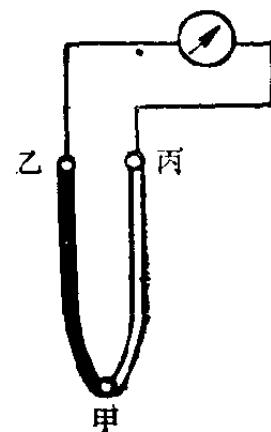

图 1-4 热电偶温度
3. 热电偶温度计（见图 1-4） 把两根不同材质的金属丝的一端甲焊在一起作为热电偶，另一端乙和丙用两根导线接到检流计上（图 1-4）；把甲端放在高温地点，乙端和丙端放在室温不变的地点，这样由于冷端和热端的温度差，在不同金属的乙、丙两端间就产生了热电势，导线上就有电流流过，电流流过检流计就使指针移动。热点的温度越高，热点和冷点的温差越大，产生热电势越高，电流越大，指针移动得也越多。热电势用直接刻有温度单位($t^{\circ}\text{C}$)的二次仪表(如毫伏计)来测量。测量范围为 $100\sim 1500^{\circ}\text{C}$ 。这种温度计相当准确，二次仪表可装于远距热电偶的地点；可用切换方法，以一个仪表测量几处的温度。它可用来测量蒸汽温度、炉膛温度，管子退火时测量熔铅的温度等。